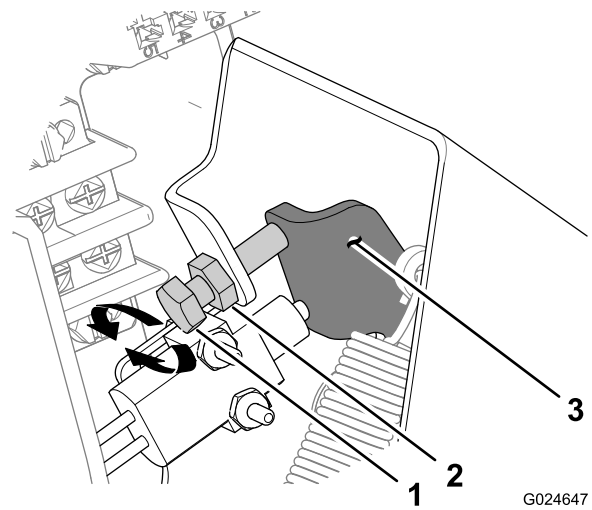

図 89
- A. アクセルペダルストップを固定しているジャムナットをゆるめる 図 89。
- 遊び距離を大きくしたい場合は、右回し 図 89。
- 遊び距離を小さくしたい場合は、左回し 図 89。
- C. ジャムナットを締める 図 89。
- D. ステップ 1 から 4 をもう一度行ってペダルの遊び距離を測定する 図 89。